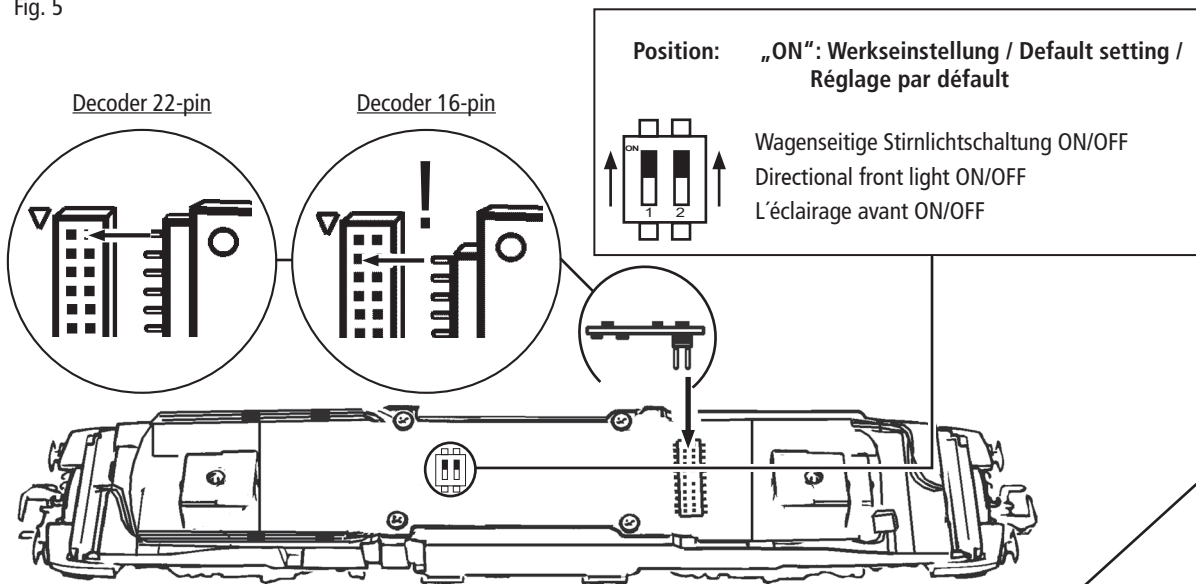

Fig. 7
3. Haftreifenwechsel: Zuerst den Getriebedeckel abnehmen (Fig. 7). Danach den **Radsatz** herausnehmen und die **Haftreifen** mit einer Nadel od. mit einem feinen Schraubendreher abziehen (Fig. 7). Beim Aufziehen der neuen Haftreifen darauf achten, dass diese sich nicht verdrehen.
3. Change of traction tyre: Remove the gear cover (fig. 7). Take out **wheel set** and remove **traction tyre** using a pin or a fine screwdriver (fig. 7). When pressing on the new traction tyre please **avoid twisting it**.
3. Échange des bandages d'adhérence: Démontez d'abord **le couvercle du carter des engrenages** des engrenages (fig. 7). Délogez ensuite les essieux bandagés et enlevez, à l'aide d'une aiguille ou d'un tournevis fin, les bandages d'adhérence (fig. 7). Lors du montage des nouveaux bandages veuillez veiller à ce que les bandages **ne soient pas tordu**.